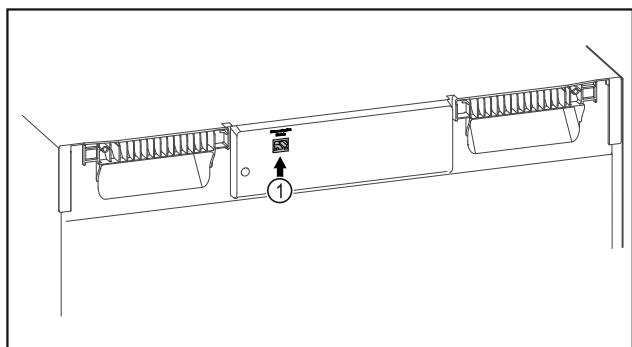

Fig. 103
- Je používán SmartModule Fig. 103 (1).